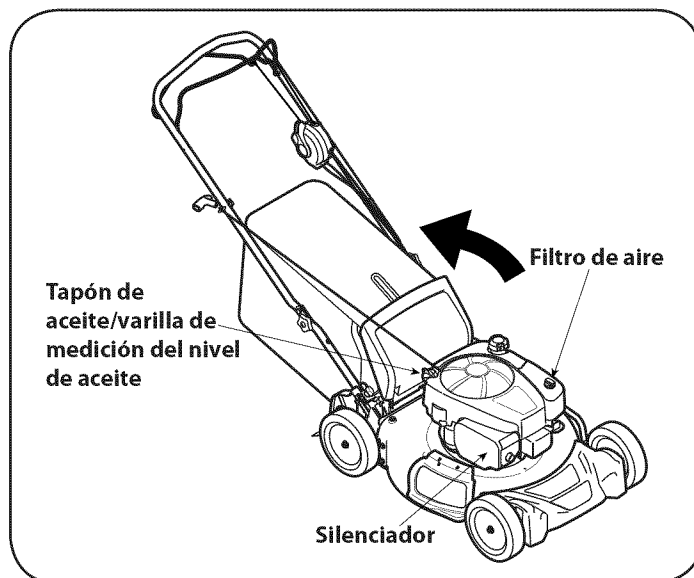

Figura 19
3. Quite la tapa/varilla medidora del nivel de aceite y drene el aceite al recipiente inclinando el motor hacia el tubo de llenado del aceite. Vea la Figura 19.